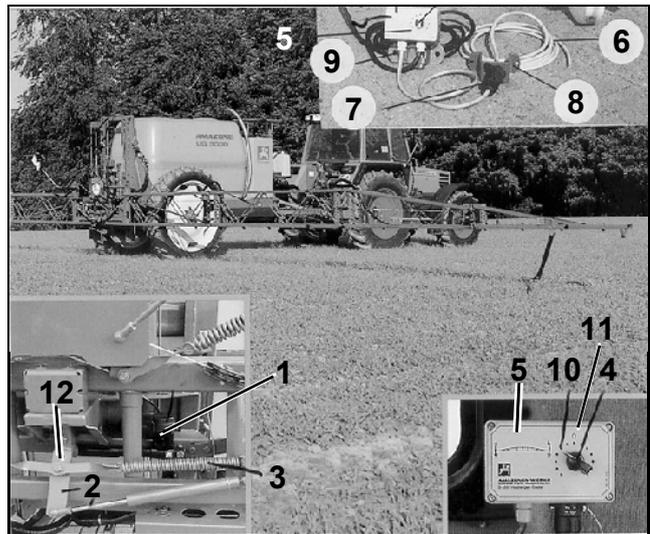
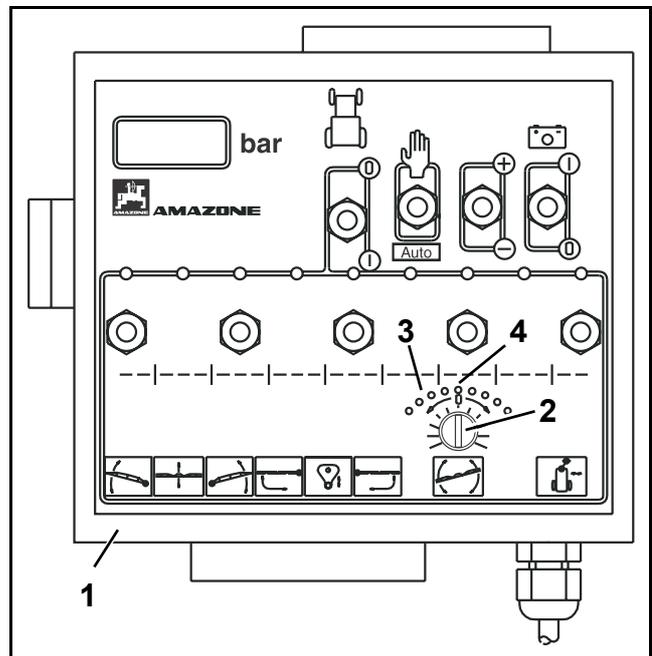

Fig. 8.20
Fig. 8.21
3. Echelle graduée disposée autour du bouton (2).
• L'assiette de la rampe ne peut être corrigée qu'après avoir desserré l'écrou (Fig. 8.20/12) du bras articulé et déverrouillé la suspension auto stable de la rampe.
- Pour corriger l'assiette de la rampe en position dépliée, faites tourner le bouton (Fig. 8.20/4 ou Fig. 8.21/2). Les graduations de l'échelle correspondent chacune à un angle d'inclinaison de la rampe bien déterminé.